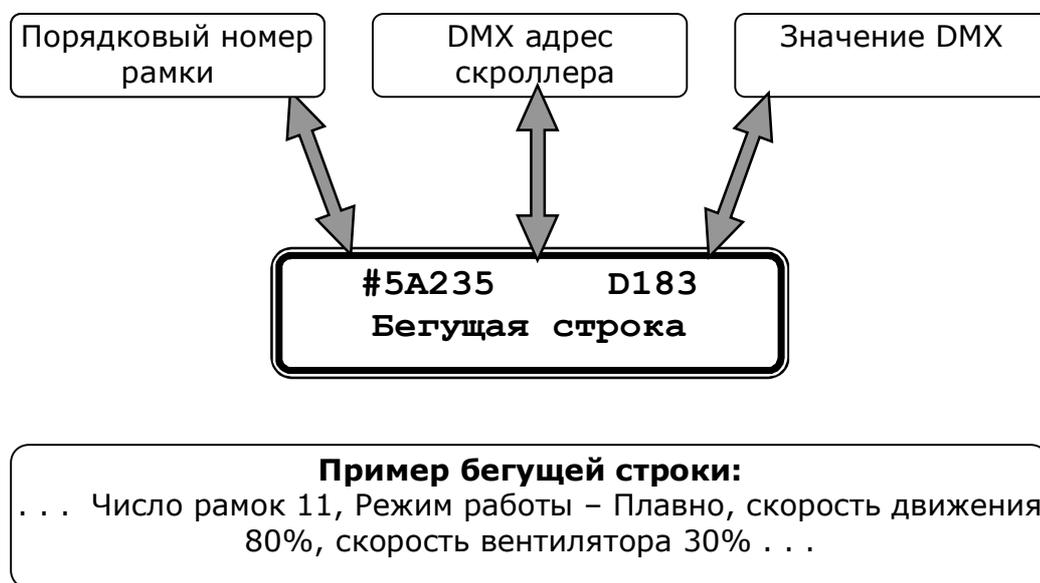

Рис. 5. Информационный экран.
1. Первый пункт меню – «**Информационный экран**». Он не выполняет никаких действий, и служит для отображения информации о текущих настройках скроллера (таких, как информация о фирме-изготовителе, число каналов DMX, номера каналов DMX, скорость движения, скорость вентилятора и др.) **См. рис. 5.**